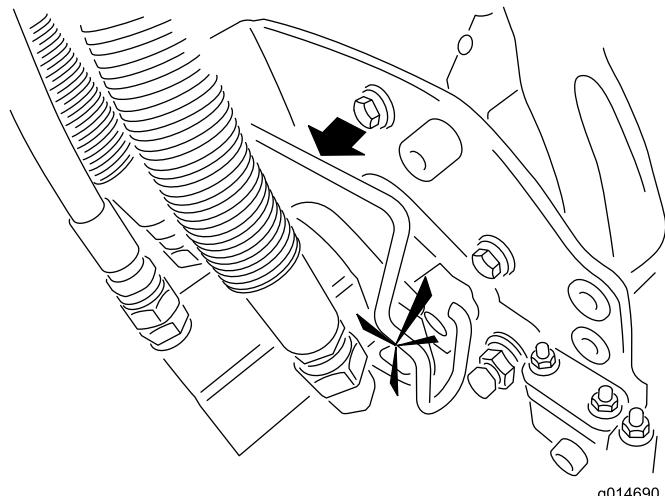

図 34
5. カッティングユニット用モータのスライインシャフトにきれいなグリスを塗りつける(図 34)。
6. モータを、カッティングユニットの左側(運転席から見て)に取り付け、カッティングユニットについているモータ固定バーを、モータの上から被せるようにセットし、モータの左右から「カチッ」というロック音が聞こえるまで押し下げる(図 34)。